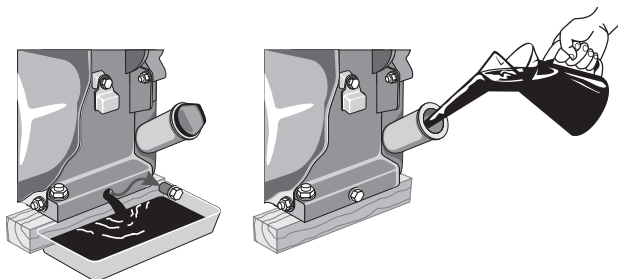

Рисунок 7. Схема заміни моторного мастила.
6.3.1 Порядок заміни моторного мастила (рис. 7):